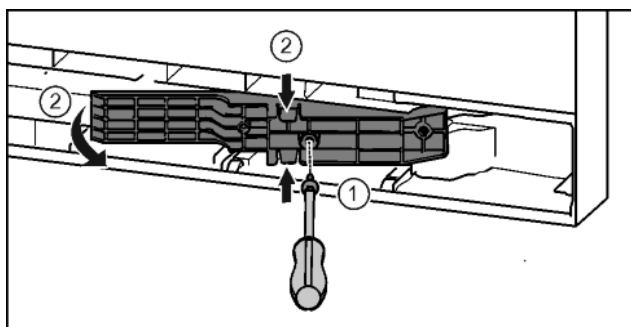

Fig. 21*
- Atskrūvējiet skrūves ar skrūvgriezi T15.* Fig. 21 (1)
- Izvelciet adapteri.* Fig. 21 (2)